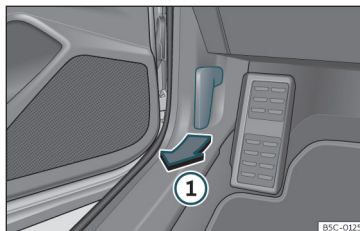

Abb. 201 Entriegelungshebel im Fahrerfußraum.
- Öffnen Sie die Tür und ziehen Sie an dem Hebel unterhalb der Instrumententafel»» **Abb. 201 ①.**